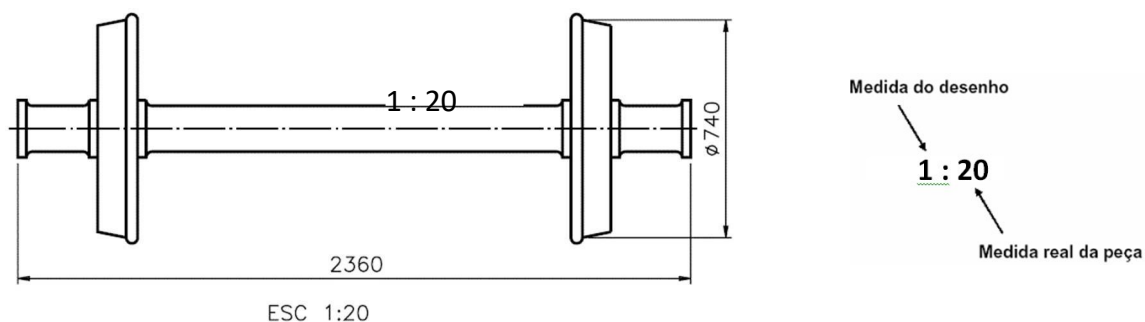

Figura 29 – Desenho em escala de redução
- **Escala de redução:** é aquela em que o tamanho do desenho técnico é menor que o tamanho real da peça. Veja um desenho técnico em escala de redução (Figura 29). As medidas deste desenho são vinte vezes menores que as medidas correspondentes do rodeiro de vagão real.